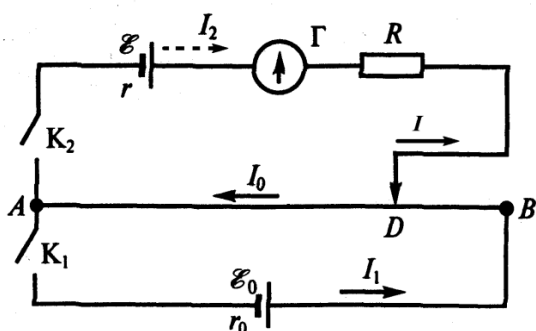

Рис. 6.1.
Схема установки для измерения ЭДС методом компенсации приведена на рис. 6.1.
*Нарисуйте* схему измерительной установки (рис. 6.1).
После получения допуска к работе *соберите* установку в соответствии со схемой рис. 6.1, включив вместо исследуемого источника нормальный элемент Вестона. При этом нормальный элемент и выпрямитель должны подключаться через соответствующие ключи к общему выводу реохорда одноименными (!) полюсами. *Обратите* внимание на то, что первым должен замыкаться ключ, который подключается к выпрямителю. В качестве ограничивающего сопротивления  $R$  *используйте* сопротивление типа «ДВТ», которое включается в цепь крайними выводами. *Обратите* внимание на то, что для перемещения движка реохорда предусмотрена вращающаяся ручка в его правой части.
17. Можно ли скомпенсировать ЭДС  $\mathcal{E}$ , если  $|\mathcal{E}_0| < |\mathcal{E}|$  (рис. 6.1)?
24. Примените правила Кирхгофа для объяснения «работы» установки на рис. 6.1.